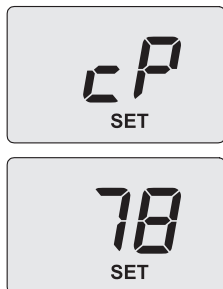

Рисунок 9.19
- Використовуйте кнопки 15 або 16; на РК-дисплеї літери **HP** чергуються зі значенням температури води опалення (наприклад, **78**), а також з'являється повідомлення **SET**, вказуючи на ввімкнення «функції очищення димаря» за максимальної потужності в режимі опалення (Рисунок 9.19).